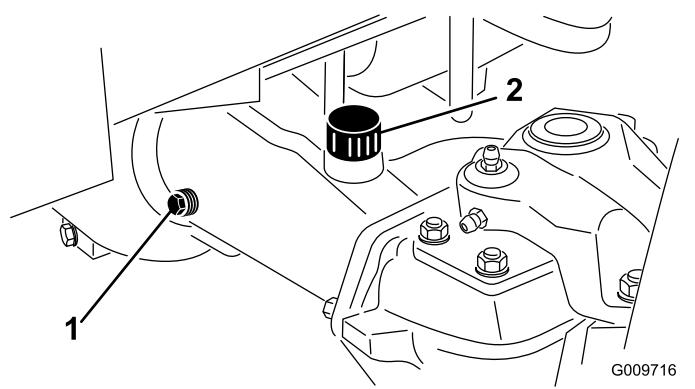

図 96
2. アクスルの一方の端部から点検用プラグ 図 96 を抜き、穴の高さまでオイルがあることを確認する。量が不足している場合は、給油プラグ 図 96 をはずして補給する。